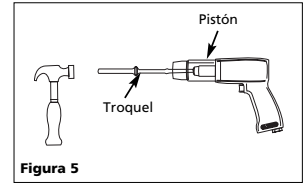

Figura 5
2. Intente liberar el pistón atascado con el troquel (Vea la figura 5).